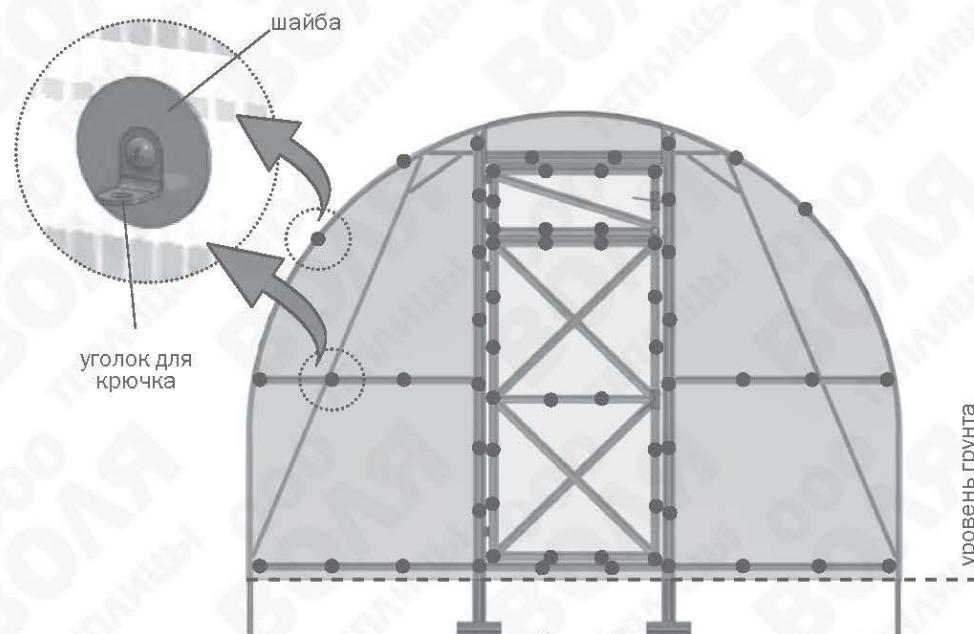

Рис.21
3. Установите боковины торца в соответствии с рис.21. Придерживая кусок покрытия, закрепите по деталям **8, 11, 10** с помощью шайб и винтов M4x25 (рис.18), по деталям **9-1, 9-2** с помощью шайб и винтов M4x35 (рис.19) и по уголкам с помощью самонарезных винтов с шайбами. Отверстия для винтов выполняются сверлом диаметром 4 мм изнутри теплицы через готовые отверстия в деталях каркаса. Установите куски «коньковой панели», закрепляя их по деталям **10** (рис.18).
5. Шайбы и уголки для крючка на торце устанавливаются в соответствии с рис.21.